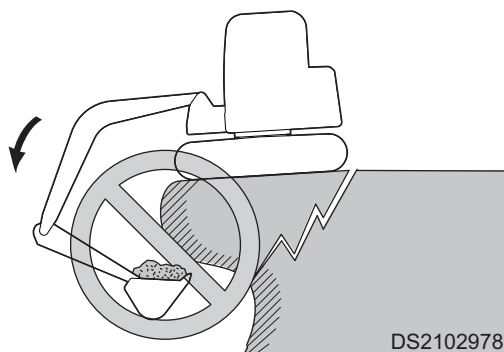

Figura 43
6. No excave debajo de la máquina. El suelo bajo la máquina puede colapsarse y provocar que la máquina caiga o vuelque. Consulte Figura 43.